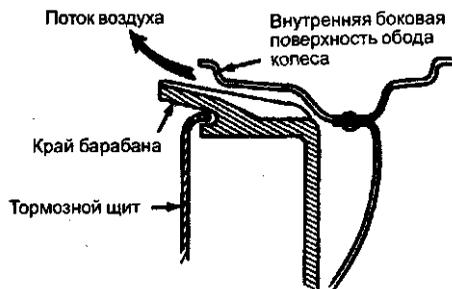

Рисунок 3.31
- 9 сделать колеса с ребрами в центральной секции для того, чтобы улучшить продуваемость барабана воздухом (рис. 3.31).